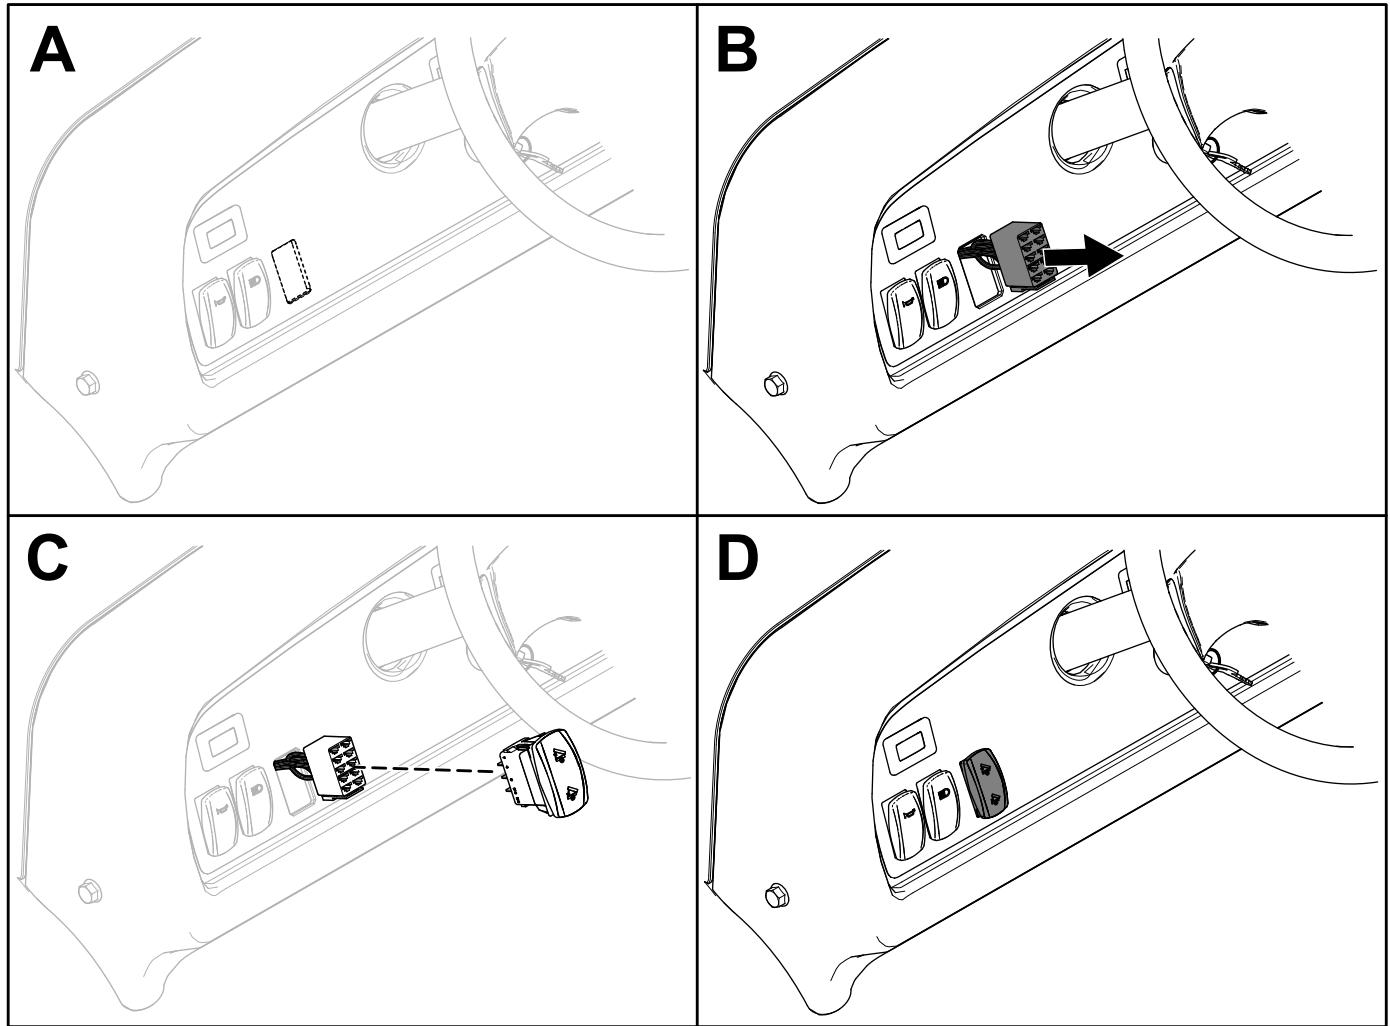

Figure 8
1. Découpez l'ouverture dans l'autocollant sur la planche de bord pour l'interrupteur (encadré A de la Figure 8).
2. Insérez le connecteur de l'interrupteur dans l'ouverture du tableau de bord (encadré B de la Figure 8).
3. Installez l'interrupteur sur le connecteur (encadré C de la Figure 8).
4. Vérifiez que l'interrupteur est orienté correctement (encadré D de la Figure 8).